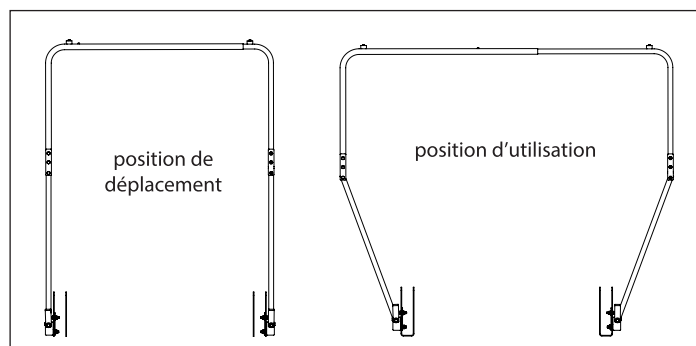

FIGURE 8
11. Assembler le tube de rallonge femelle (15542) et le tube de rallonge mâle (15542), il peut être nécessaire d'enfoncer le bouton à ressort pour engager le tube mâle. Une fois les tubes de rallonge mâle et femelle assemblés, les coulisser l'un dans l'autre jusqu'en position « de déplacement » pour l'étape suivante. **VOIR FIGURE 8**
Remarque : Dans les étapes qui suivent, l'assemblage est plus facile si le tube de rallonge (15542/15540) est en position de déplacement. Voir la différence entre la position de déplacement et la position d'utilisation à la Figure 8.